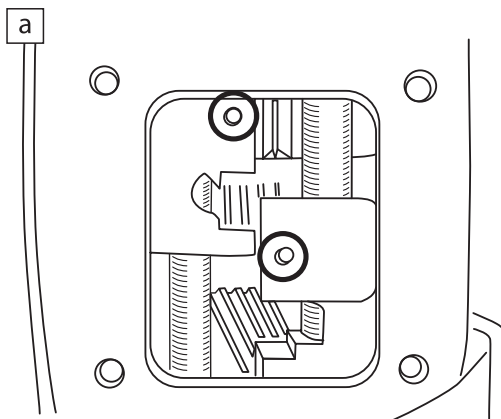

Рис. 13
1. Для установки однорычажного механизма, потребуется установить направляющие штифты в вилки переключения РК (диаметр штифтов 4 мм, высота надвилкой должна составлять 4-5 мм) (Рис. 13)